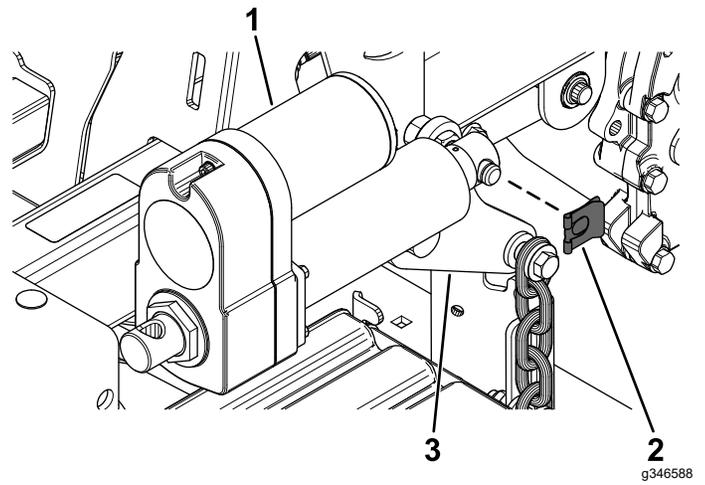

Figura 20
1. Fissate l'attuatore al braccio posteriore di sollevamento del piatto con un morsetto a scatto (Figura 20).